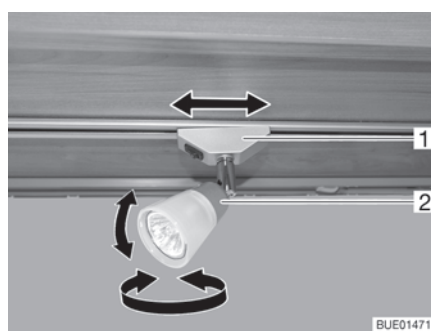

Fig. 25 Spot
- Tourner le boîtier (Fig. 25,2) du spot dans le sens désiré.
- Tourner le support (Fig. 25,1) d'environ 45°.
- Tourner le support (Fig. 25,1) de 90°.